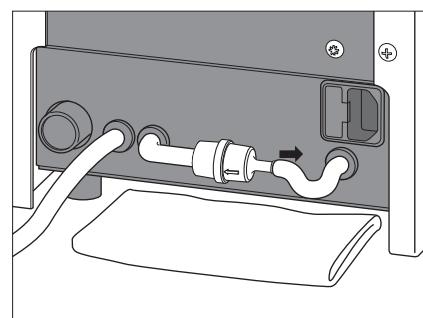

図 28
- 5) ユニット背面にある給水フィルタの両端のチューブを引張って外します。(図 28)